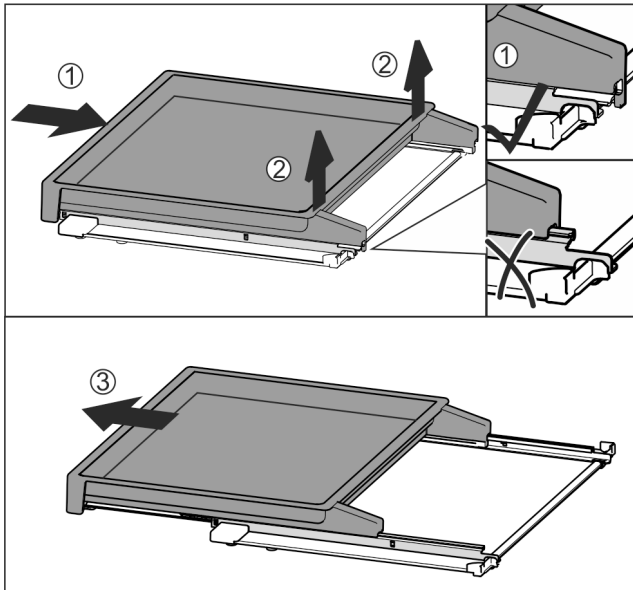

Fig. 112
- Insérer complètement la bordure télescopique *Fig. 112 (1)*.
- La désenclencher à l'arrière *Fig. 112 (2)*.
- Sortir la bordure télescopique par l'avant *Fig. 112 (3)*.